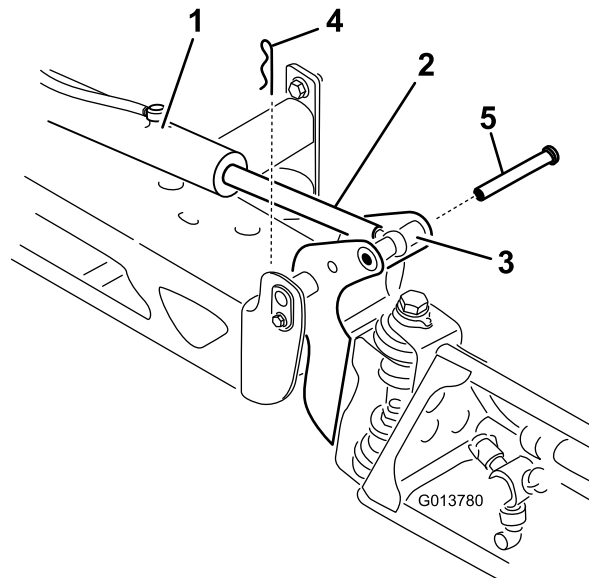

Bild 47
2. Nehmen Sie den Splint vom Lagerbolzen ab (Bild 47).
3. Heben Sie den Ausleger an und entfernen Sie den Stift (Bild 47). Senken Sie den Ausleger langsam auf den Boden ab.
7. Halten Sie den Ausleger fest und stecken Sie den Stift durch das Auslegerscharnier und die Aktuatorstange (Bild 47).